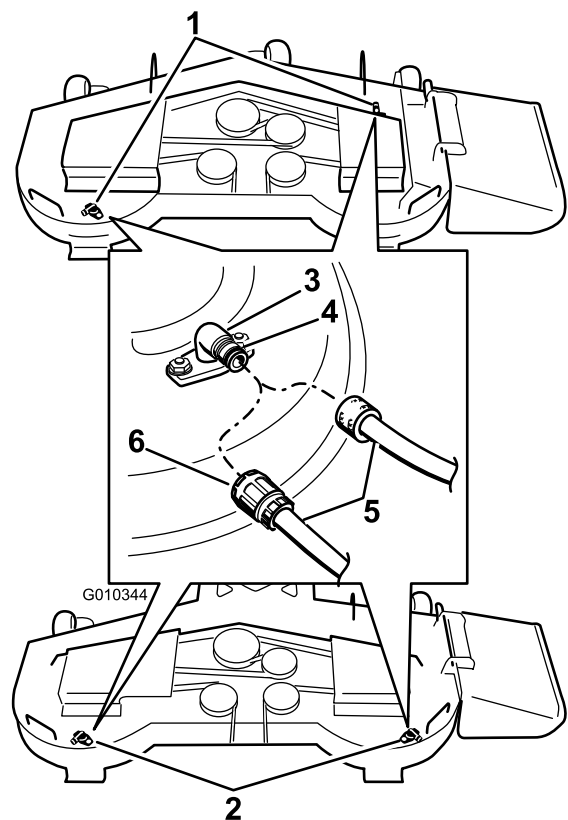

Figura 78
3. Coloque a união da mangueira na extremidade de limpeza do cortador e ligue a água em elevado (Figura 78).